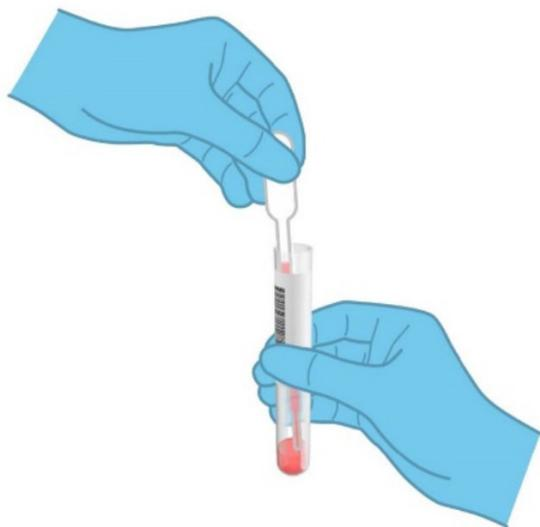

Figura 40. Extracción de la muestra a la pipeta de transferencia suministrada.
5. Abra el tubo con la muestra que se va a procesar. Utilice la pipeta de transferencia suministrada para extraer líquido hasta la tercera línea de llenado de la pipeta (es decir, 300 μ l) (figura 40).